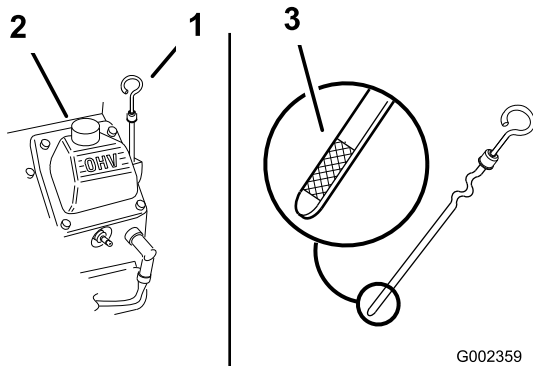

Figura 16
3. Limpie alrededor de la varilla de aceite (Figura 16) para impedir que caiga suciedad por el orificio de llenado y cause daños en el motor.
4. Desenrosque la varilla de aceite y limpie el extremo (Figura 16).
5. Deslice la varilla a fondo en el tubo de llenado, pero no la enrosque en el tubo (Figura 16).
6. Vierta lentamente un 80% aproximadamente de la cantidad especificada de aceite por el tubo de llenado (Figura 16).